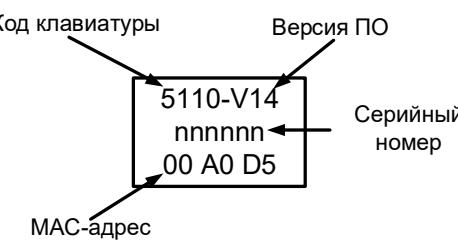

Рисунок 3 – Шильдик
- в поле «MAC адрес» введите трехбайтовый MAC-адрес, напечатанный на шильдике клавиатуры (см. рисунок 3).